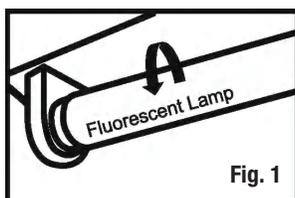
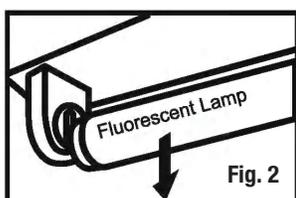

Fig. 1
Fig. 2
- Retirez les lampes fluorescentes existantes du luminaire (Fig. 1, Fig. 2).